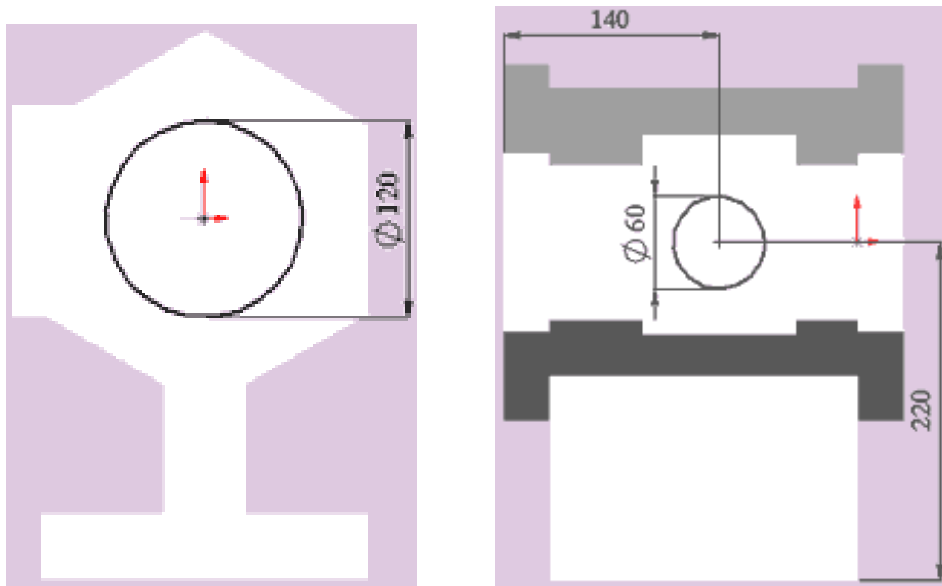

Рисунок 14 – Створення отворів
- 4 Виберіть “Виріз - Витягнути”, в параметрах “Напрямок 1” задайте граничну умову “Через все” і натисніть “ОК” (рис. 14).
- 5 Виберіть передню площину бокового прямокутного фланця, створіть новий ескіз, намалуйте коло, поставте розміри відповідно до варіанта (рис. 14).